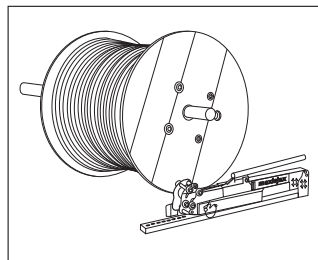
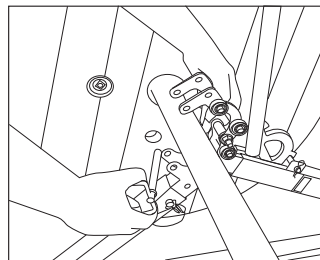

Fig. 1
Fig. 2
3. Coloque el conducto o el eje a través del carrete de alambre. (Fig. 1)
4. Levante la abrazadera trasera (9) al tirar hacia arriba de la palanca Maxis (8), gire el brazo delantero (3) hacia delante. Coloque el pasador de nivelación (11) en el orificio de ajuste deseado en la pata de la base (1).
5. Levante la palanca Maxis (8) para que apunte directamente hacia arriba.
6. Abra la mordaza superior (6).
7. Ajuste la altura para sujetar las mordazas en el eje. Levante y coloque el pasador de nivelación (11) en el orificio correspondiente de la pata de la base o ajuste el brazo telescópico (2).
8. Cierre la mordaza superior (6) en el eje al reemplazar el pasador de enganche (5). (Fig. 2)